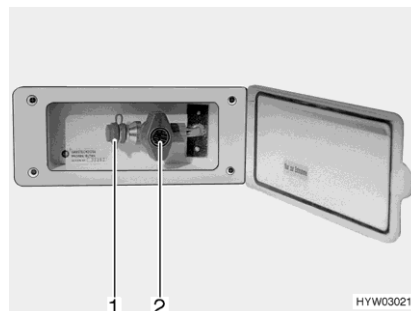

Fig. 128 Presa gas esterna (rubinetto di arresto del gas chiuso)
- Collegare l'apparecchio a gas esterno all'attacco (Fig. 128,1).
- Aprire il rubinetto di arresto del gas (Fig. 128,2).